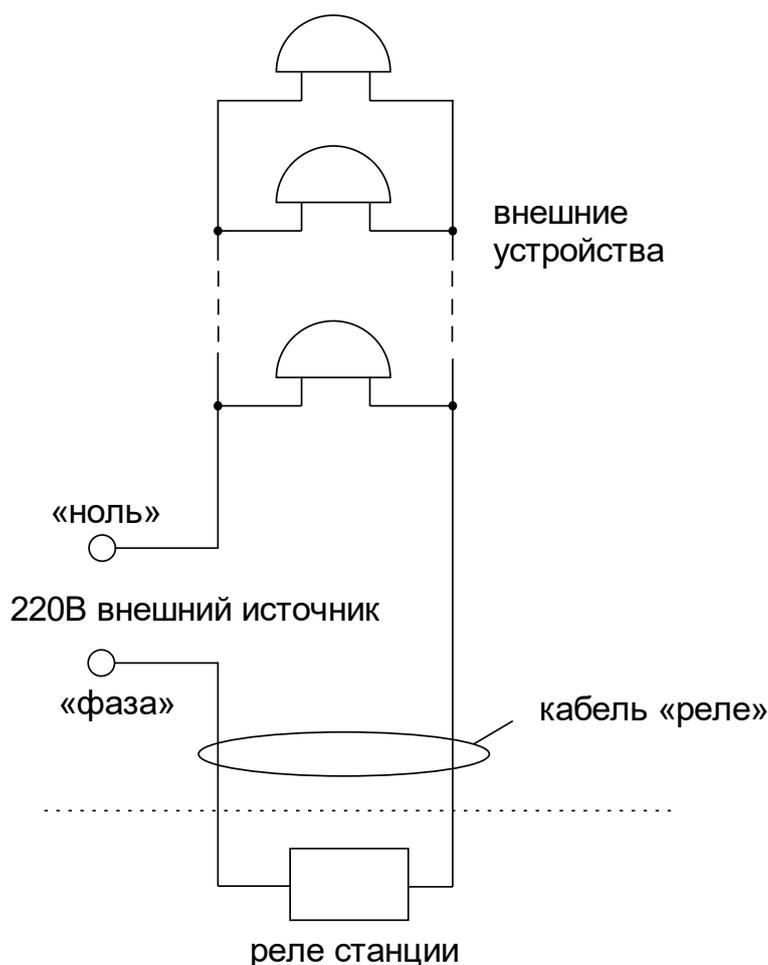

Рис. 1.
Внешние устройства должны подключаться к часовой станции по схеме рис. 1. При этом для питания внешних устройств используется внешнее электропитание 220 В, независимое от электропитания часовой станции.
4.5. Кабель «Реле» необходимо подключить, используя клеммную колодку (коробку) на 380 В, следующим образом (см. схему на рис.1). На один из проводов кабеля «Реле» необходимо подать «фазу» внешнего напряжения электросети 220 В, предназначенной для питания внешних устройств; второй провод кабеля «Реле» подключить непосредственно к одному из входов питания внешних устройств; другой вход питания внешних устройств подключить на «ноль» питающей электросети 220 В. Все внешние устройства должны быть соединены друг с другом по входам питания параллельно. К внешним устройствам относятся, например, школьные звонки громкого боя.